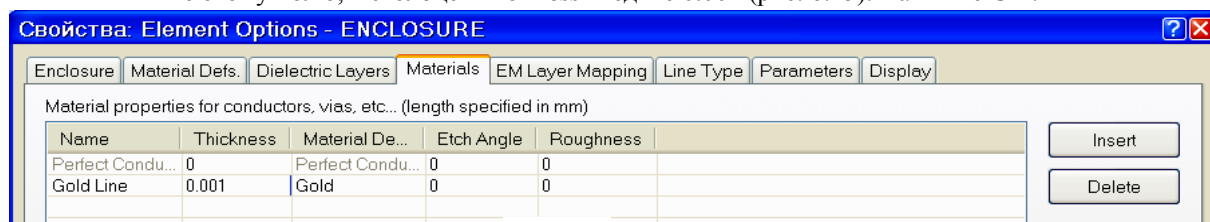

Рис. 6.15
10. На вкладке **Materials** определяются материалы для проводников и межслойных перемычек. Щёлкните мышкой по кнопке **Insert** на этой вкладке. В столбце **Name** замените появившееся имя **Trace1** на **Gold Line**, в столбце **Material Definition** введите **Gold**, щёлкнув мышкой по этому полю, в столбце **Thickness** введите **0.001** (рис. 6.15). Нажмите **OK**.